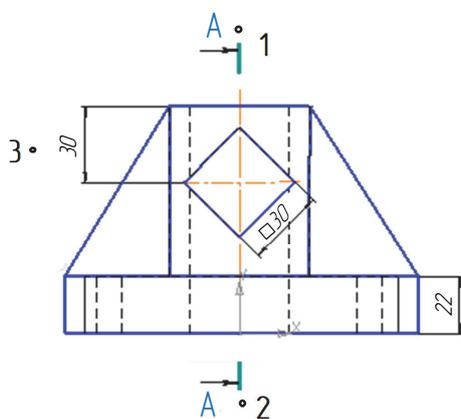

Рис. 5.26
3. На главном виде указать три точки: верхнюю и нижнюю точки разреза на вертикальной осевой линии, задающие положение секущей плоскости, и третью точку – слева от вида в любом месте, задающую направление стрелок линий разреза (рис. 5.26).